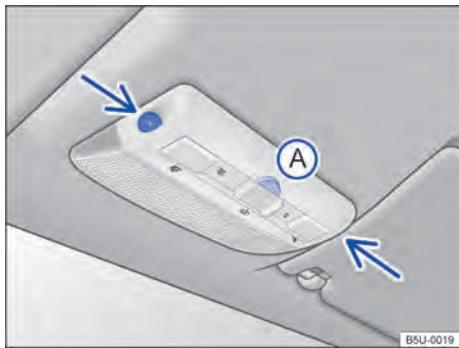

Fig. 52 No console do teto: sensores de monitoramento do interior do veículo e tecla **(A)** para desligar o monitoramento do interior do veículo.
O monitoramento do interior do veículo dispara o alarme com o veículo travado, se reconhecer movimentos no interior do veículo. O sensor e o receptor estão localizados no conjunto da lanterna de leitura → **Fig. 52** (setas).
- Pressionar a tecla → **Fig. 52 A**. No painel de instrumentos a luz de controle → **Fig. 46** se acende.